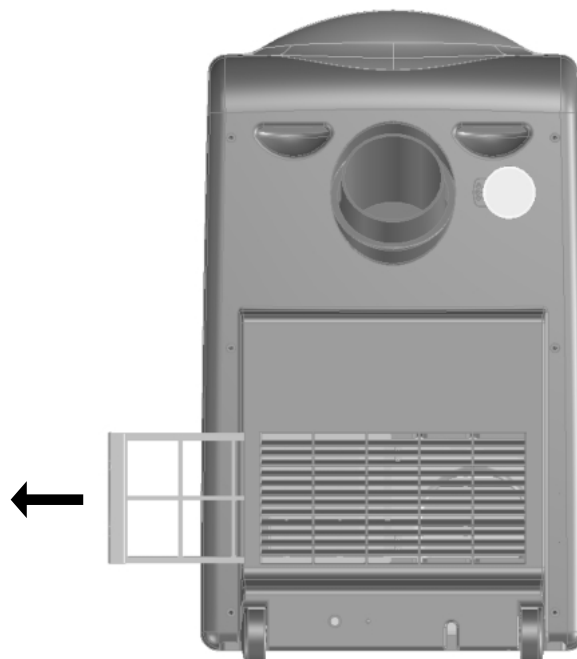

Fig. 8
- Sfilare il filtro tirandolo lateralmente verso sinistra (fig. 8).
- Enlever le filtre en le tirant latéralement vers la gauche (fig. 8).
- Pull the filter out by pulling it to the left (fig. 8).
- Den Filter seitlich nach links herausziehen (Abb. 8).
- Extraigan el filtro tirando del mismo hacia el lado izquierdo (fig. 8).
- Haal het filter eruit door het filter aan de zijkant naar links te trekken (fig. 8).